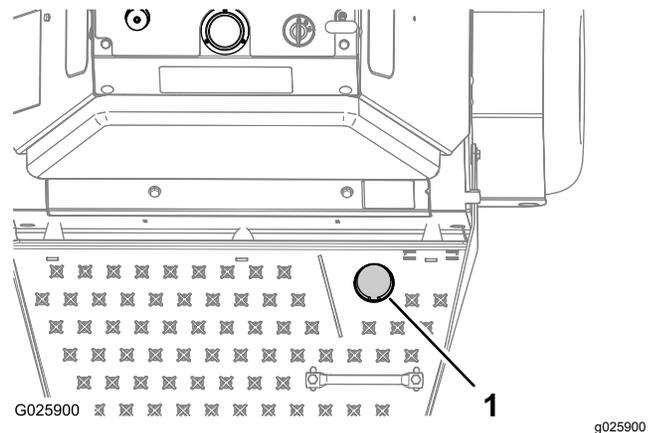

Figura 16
2. Pise el interruptor de elevación de los taladros para bajar los taladros (Figura 16).
3. Pise el interruptor y mueva las palancas de control de tracción hacia adelante para airear (Figura 16); consulte Palancas de control de tracción \(página 16\).
Para elevar los taladros, quite el pie del interruptor de elevación de los taladros (Figura 16).